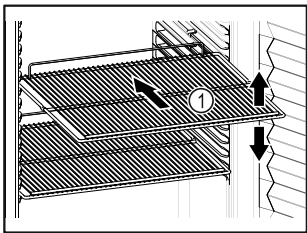

Fig. 56 Beispielhafte Darstellung
- Wenn Abstellroste Fig. 56 (1) versetzbar sind, je nach Höhe anpassen.